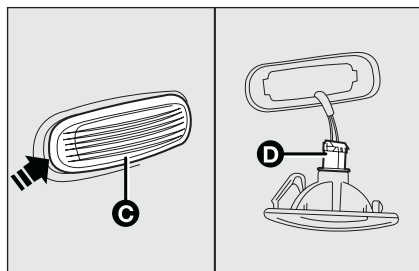

fig. 24
- ☐ hacer palanca en el punto indicado de la flecha, en modo de comprimir el muelle de fijación y extraer el grupo **C**-fig. 24;